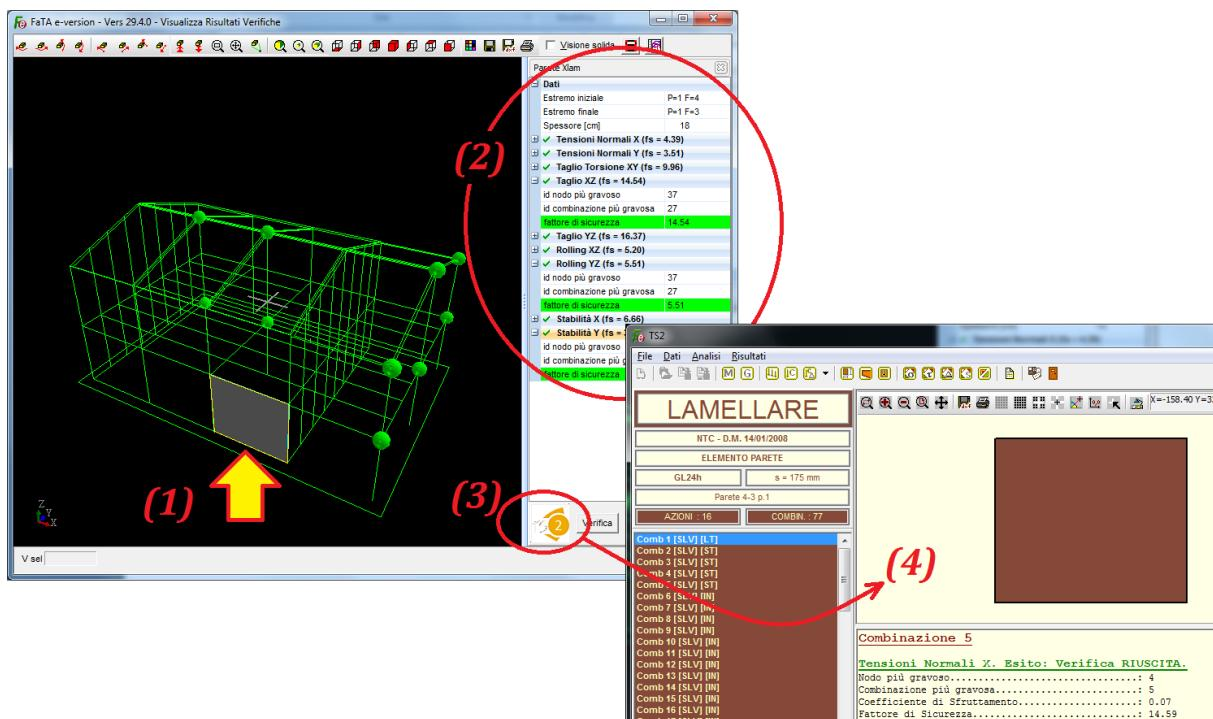

Figura 55
Con riferimento alla figura 55 selezionando questa volta un pannello del piano terra (1) verranno contestualmente visualizzati (2) i risultati delle verifiche (con riportato sempre in neretto i relativi coefficienti di sicurezza) mentre cliccando sul pulsante “TS2” (3) verrà eseguito proprio il software “Timber Structure 2” (4), impiegato da FaTA-E nella verifica dei pannelli in X-Lam, con riportate tutte le informazioni in input, modellazione e output dell’elemento bi-dimensionale selezionato. Per uno scrupoloso e corretto utilizzo di TS2 si rimanda alla lettura dell’apposito manuale.